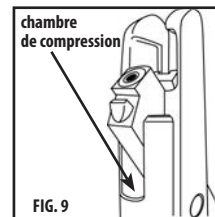

FIG. 9
- Appliquez une goutte d'huile Crosman RMCIL (disponible sur crosman.com) dans la chambre de compression (Fig. 9).